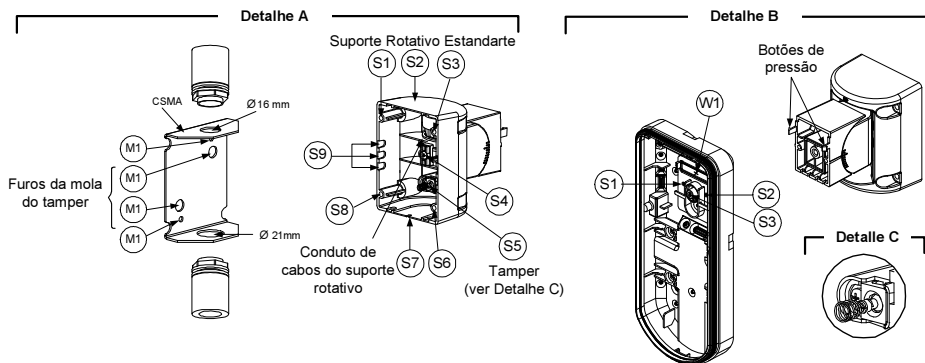

Figura 7
3. Abra os furos pré-marcados na base externa (Figura 7, Detalhe B)
4. No acessório do suporte rotativo remova o furo pré-marcado da fiação do cabo do suporte rotativo S2, S7 ou S9 (Figura 7, Detalhe A).
5. Remova o tampo posterior da base interna (Ver "Trocando a Posição do Tampo Posterior") e conecte-o ao S5 (Figura 7, Detalhe A) no Suporte Rotativo Estandarte.
- a. Insira a fiação do cabo externo através dos furos pré-marcados S2, S7 ou S9 e tire-os (incluindo os cabos do tampo) através do Conduto dos Cabos do Suporte Rotativo (Figura 7, Detalhe B).
Montagem do Conduto do Suporte Rotativo (usando Adaptador do Conduto de Metal do Suporte Rotativo – CMSA, Figura 7, Detalhe A)
- d. Insira os cabos externos e os cabos do tampo desde o conduto através do Conduto de Cabos do Suporte Rotativo do suporte rotativo (Figura 7, Detalhe A).
A mola do tampo S5 (figura 7) deve fazer contato com a parede através dos furos das molas do tampo M2 ou M3 no CMSA. Certifique-se de escutar o "Cliques" do tampo ao ser conectado à parede.
7. Insira os cabos do tamper e a fiação do cabo externo do Suporte Rotativo Estandarte através do furo pré-marcado W1 na base externa (Figura 7, Detalhe B).